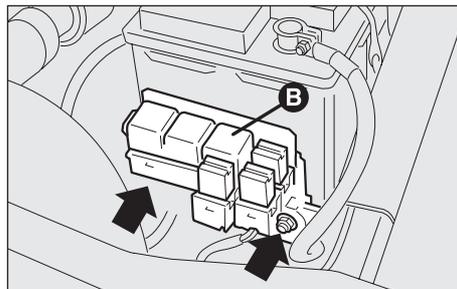

fig. 9
- svitare le due viti indicate dalle frecce e spostare lateralmente la staffa (**B-fig. 9**) completa di relè;